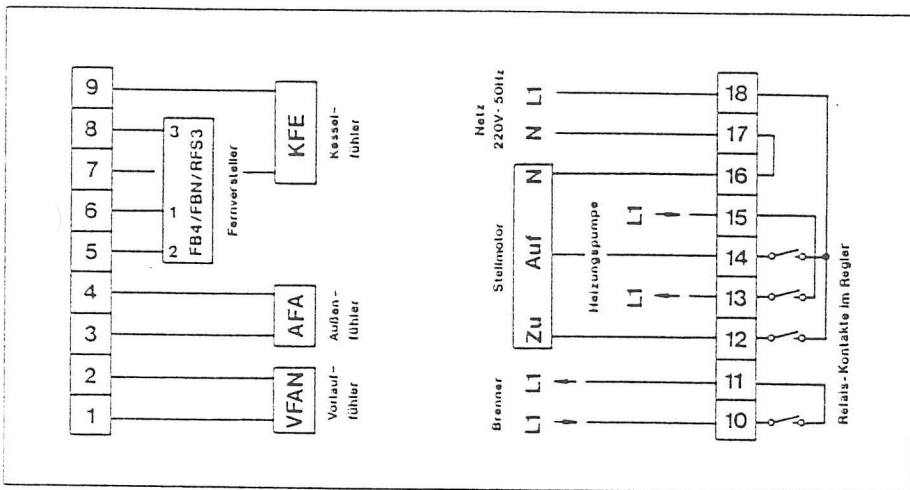
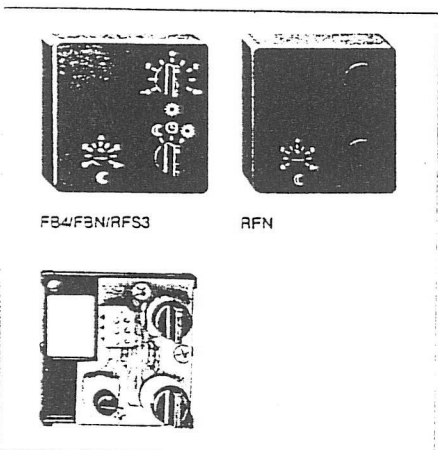

Bild 4 Anschlußschema zu 2.1.2, 2.1.3 und 2.2.1
Bild 9 Fernbedienung FB4/FBN, Raumfühler RFS3/RFN
2.1.2 Witterungsabhängige Vorlauftemperaturregelung mit Fernbedienung FB4 (Bild 4)
2.1.3 Witterungsabhängige Vorlauftemperaturregelung mit Fernbedienung FBN zur raumgeführten Absenkung (Bild 4)
2.2.1 Raumtemperaturregelung mit Raumfühler RFS3 zur raumgeführten Absenkung und Erfassung der Außentemperatur durch den Außenfühler AFA (Bild 4)
3.4 Fernbedienung FB4 (Bild 9)
Montage: (Bild 9) Grundplatte nach Abziehen der Kappe an der vorgesehenen Montagestelle befestigen und anschließen (Bild 4 bzw. 5).
3.5 Fernbedienung FBN, Raumfühler RFS3/RFN (Bild 9)
4.2.1 Fernbedienung FB4 (Bild 9)
4.2.2 Fernbedienung FBN (Bild 9)
4.2.3 Raumfühler RFS 3 (Bild 9)
4.2.4 Raumfühler RFN (Bild 9)